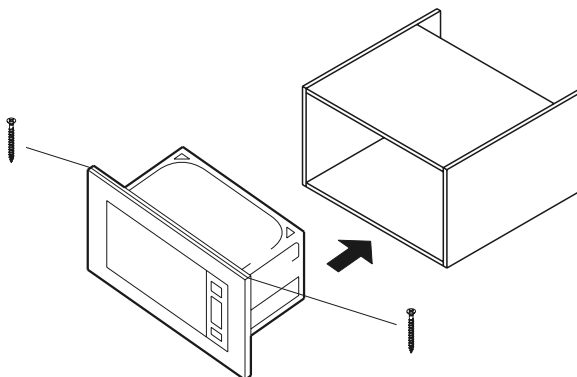

Рис. 2
- Закрепите микроволновую печь через крепежные отверстия в верхней части рамки, используя два шурупа ( $\text{Ø}3 \times 20$ ) мм (см. рис.2).